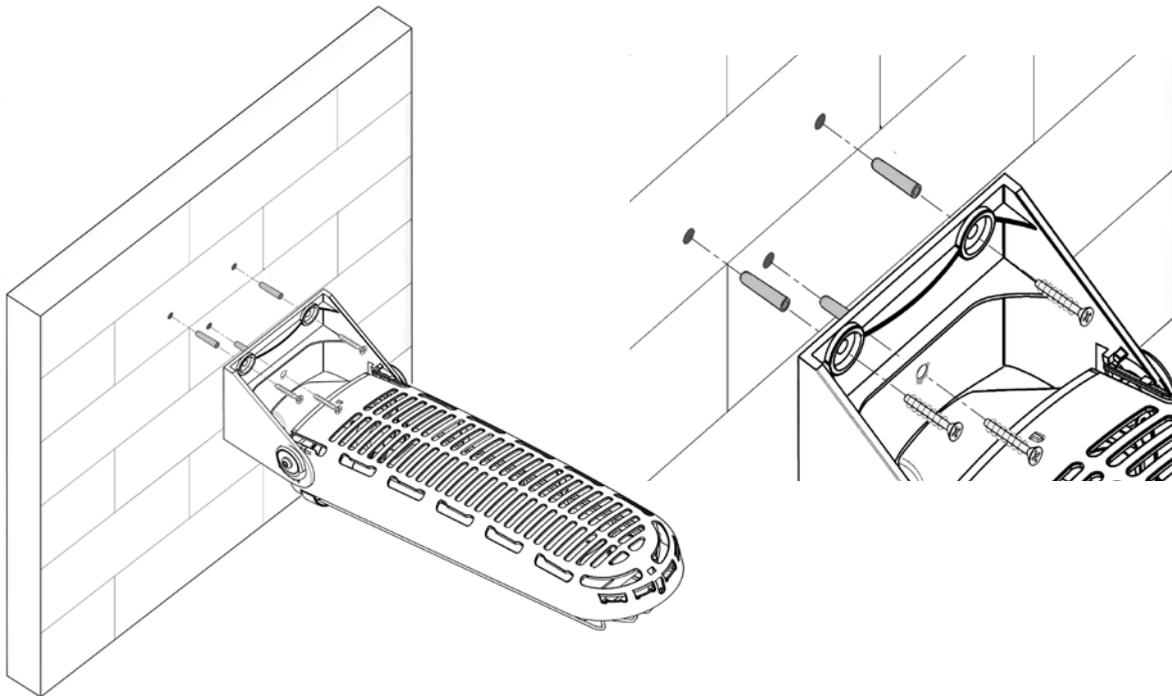

Fig.5
Montaje en pared (fig.5)
1. Perfore 3 orificios en la pared con una broca de 5 mm de diámetro y fije el soporte de pared asegurándose de que las ranuras queden hacia abajo. Fig.5, fig.2B.